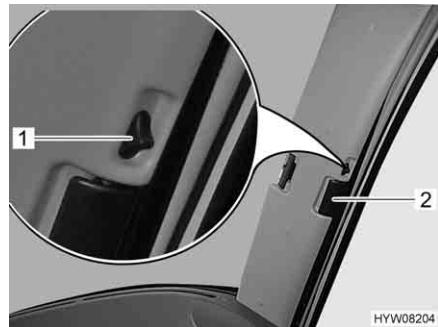

Fig. 16 Bloccaggio delle tendine oscuranti pieghevole per il finestrino del conducente/passeggero
- Inserire la tendina oscurante pieghevole per la maniglia (Fig. 16,2) fino all'arresto.
- Spingere il bottone di bloccaggio (Fig. 16,1) in basso.